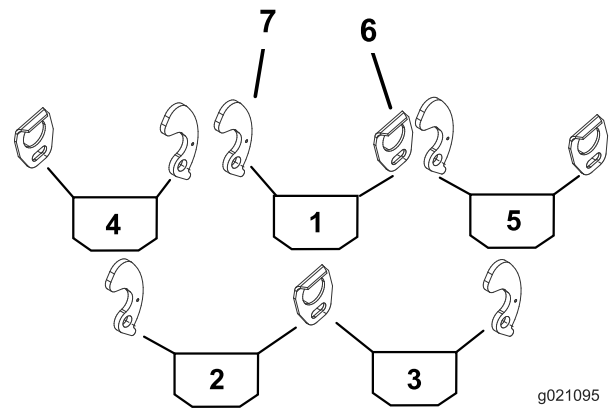
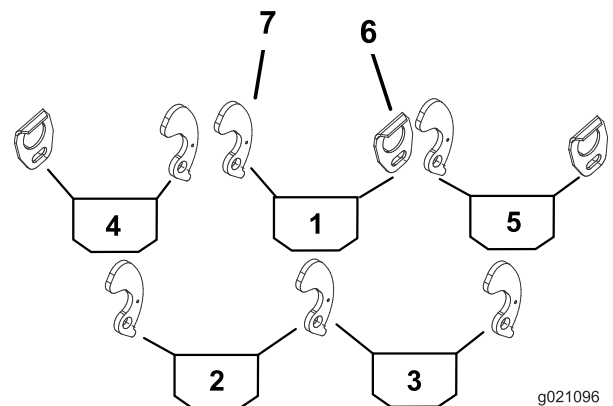

Figura 1
Figura 2
2. Utilice Figura 1 y Figura 2 para determinar las posiciones en las que deben montarse las guías y los cierres de leva de los recogedores en los bastidores de tiro de las unidades de corte.
- Monte una guía de recogedor en el lado correspondiente del bastidor de tiro de cada unidad de corte (Figura 1) con un perno (5/16 x 1-1/2 pulgada) y arandela plana (0,344 x 0,875).